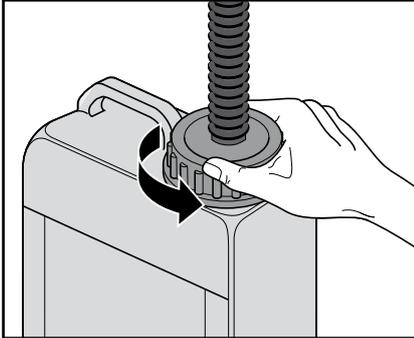

Abb. A1
- Den Verschluss des Tanks abschrauben (Abb. A1).